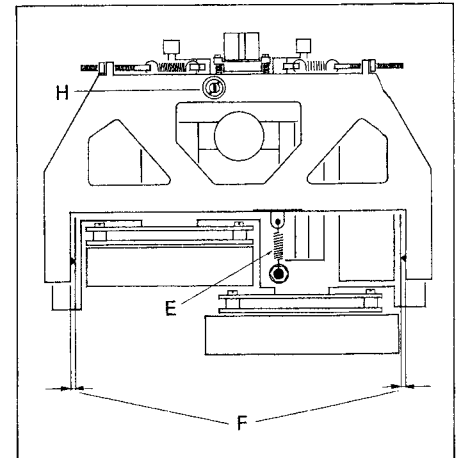

Fig. 3.3
- Der Schwenkträger muss über die Rückzugsfeder [E] geerdet sein (Fig. 3.3, Ansicht von unten).
- The pivoting carrier must be connected to ground via the retraction spring [E] (Fig. 3.3, bottom view).
- Le support des têtes doit être mis à la terre par l'intermédiaire du ressort de rappel [E] (fig. 3.3, vue de dessous).
- Kontrollieren, ob die beiden Gewindestifte an den Drehpunkten des Schwenkträgers so eingestellt sind, dass auf beiden Seiten der Abstand Schwenkträger — Doppelkapstanguss [F] gleich gross ist (Fig. 3.3).
- Die Eintauchtiefe wird mit der Einstellschraube [H] (Fig. 3.3) so eingestellt, dass das andere Ende des Mess-Schiebers sich im Bereich der eingefrästen Markierung befindet.
- Ensure that the two headless setscrews at the pivoting point of the carrier are adjusted in such a manner that the clearance between pivoting carrier and dual capstan casting [F] is identical on both sides (Fig. 3.3).
- Adjust engaged length by adjusting screw [H] (Fig. 3.3) in such a manner that the opposite end of the measuring slide is located within the area of the milled marking.
- Les tiges filetées des points de rotation doivent être réglées de telle façon que la distance entre le support pivotant et le chassis du double cabestan [F] soit la même de part et d'autre (fig. 3.3).
- Ajustez la profondeur de pénétration à l'aide de la vis [H] (fig. 3.3) de façon à ce que l'autre extrémité du curseur soit en face du repère fraisé.